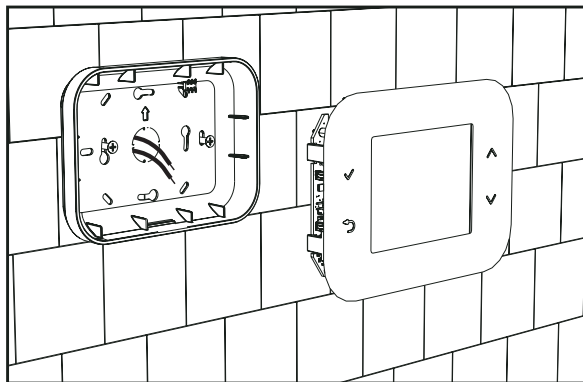

fig. 7
- Fixer la face arrière directement au mur ou aux boîtes de dérivation 2 ou 3 modules en utilisant les trous pour vis prévus à cet effet, en prenant garde à faire passer les fils à travers les découpes comme le montre la fig. 7.